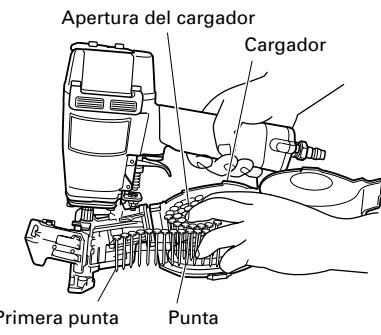

Fig. 3
- (3) Coloque la ristra de puntas en el cargador. Inserte la primera punta en la abertura del cargador. (Fig. 3)